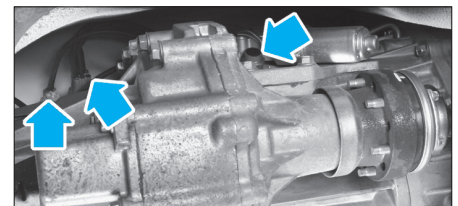

FIG. 7
- contacteur du blocage du différentiel (Fig.7).